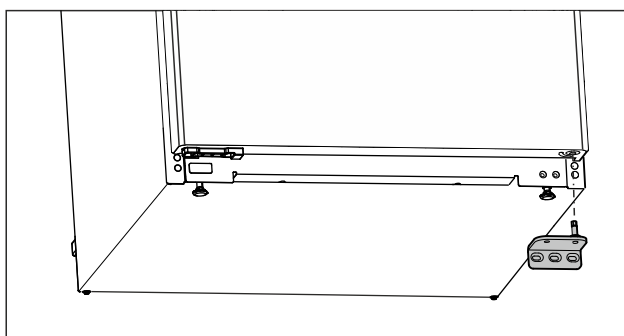

Fig. 11
- ▶ Ležajni podstavek snemite navzdol. (glejte Fig. 11)